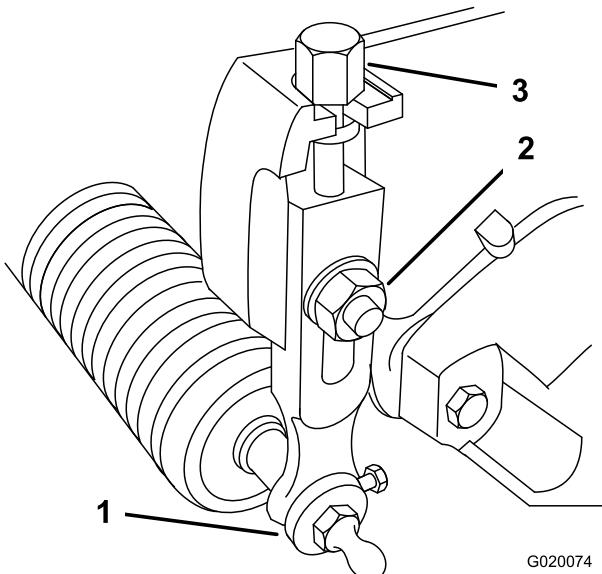

Рисунок 14
1. Ослабьте контргайки, которые крепят рычаги регулировки высоты скашивания к боковым пластина姆 режущего блока (Рисунок 14).